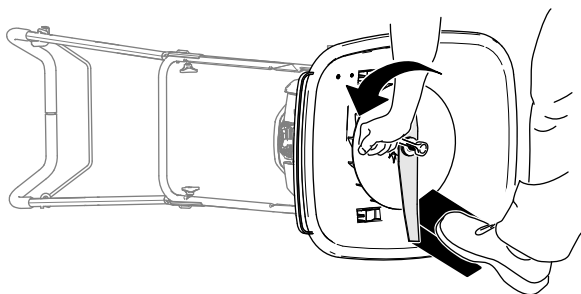

Figura 30
4. Folosii o bucată de lemn pentru a menine lama stabilă (Figura 30).